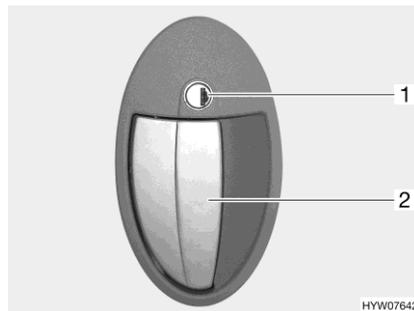

Fig. 31 Cerradura de la puerta (puerta del habitáculo en el exterior)
- Introducir la llave en el cilindro de cierre (Fig. 31,1) y girar en sentido de las agujas del reloj hasta que esté desbloqueada la cerradura de la puerta.
- Tirar del tirador de la puerta (Fig. 31,2). La puerta está abierta.
- Introducir la llave en el cilindro de cierre (Fig. 31,1) y girarla en sentido contrario a las agujas del reloj hasta que esté bloqueada la cerradura de la puerta.